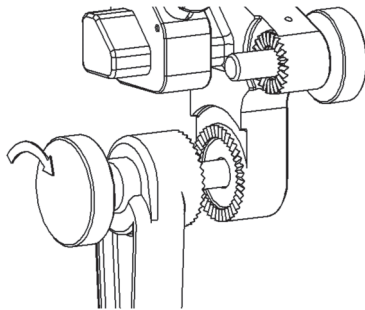
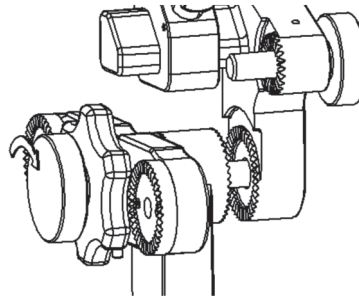

Figura 5
Figura 6
1. Fijar el Apoyacabezas radiolúcido en forma de herradura para adulto en el adaptador giratorio elegido insertando el tornillo de ajuste del adaptador giratorio corto (Figura 5) o el tornillo de ajuste del adaptador giratorio Tri-Star radiolúcido (Figura 6) en el agujero roscado de la placa frontal fija en forma de herradura de modo que los dientes radiales del adaptador giratorio estén orientados hacia los dientes radiales grandes de la placa frontal fija en forma de herradura.